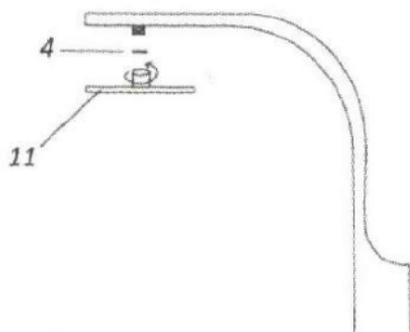

Figura 05
D. Monte o suporte do chuveiro tipo chuva e conecte com o corpo principal da coluna (ver figura 05);